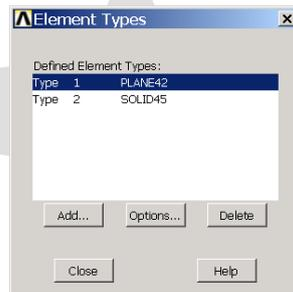

图10.5 定义单元类型
(1) 定义单元类型。单击 Main Menu > Preprocessor > Element Type > Add/Edit/Delete 菜单，定义两种单元类型 PLANE42 和 SOLID45，如图 10.5 所示。